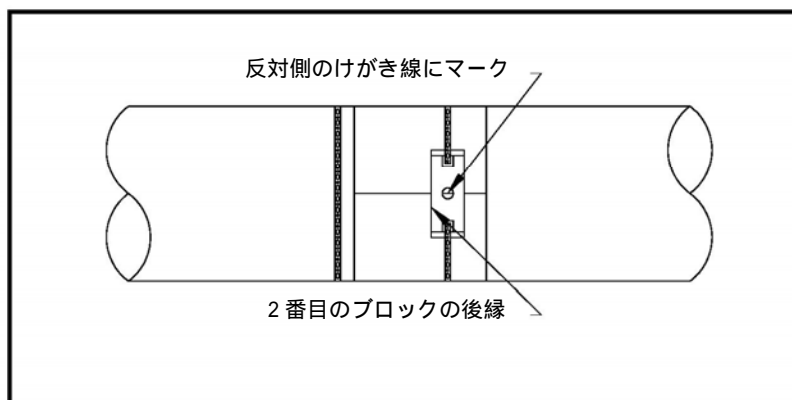

図 36: ブラケットの後端を 180° のけがき線で揃えるスペースが下の図 37 のようになるはずですが。
4. CFG-PI ホルダブラケットのもう一方の端をスクライブラインに合わせ、チェーンまたはストラップを締めます(下の図 36 を参照)。